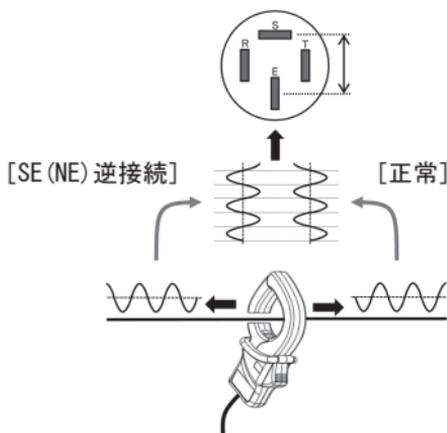
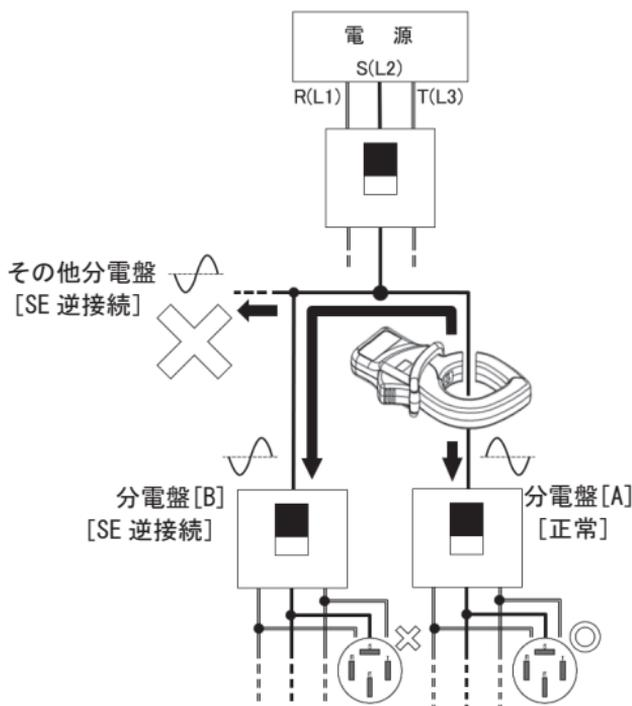
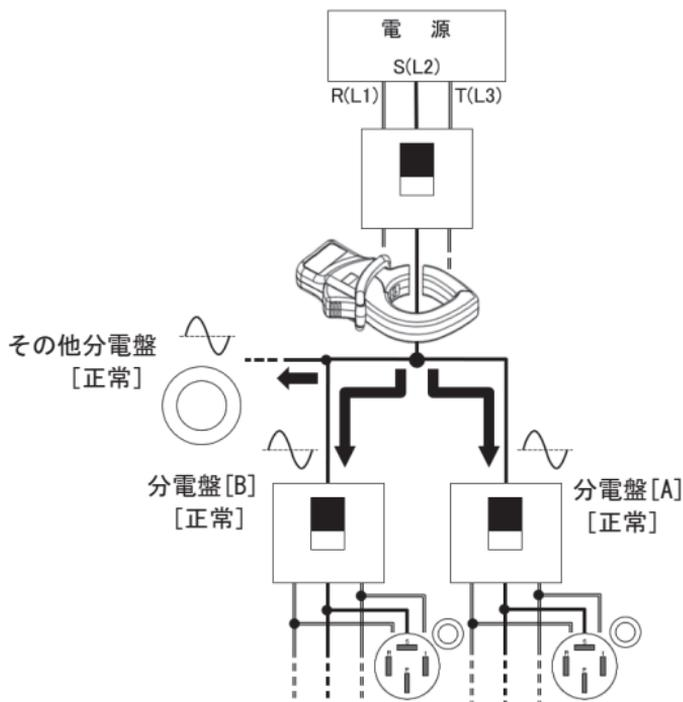

図 9-2
図 9-7
図 9-8
- 図 9-2 のように、KEW 8345 のクランプは方向性があり、クランプした方向によって、中性線 (S または N) に印加する試験電圧の位相が 180 度変わります。本器は試験電圧信号の極性 (位相差) によってコンセントテストを行うため、まちがった向きに KEW 8345 のクランプをクランプすると、判定対象のコンセントが [正常] な状態であっても、[SE または NE 逆接続] と判定してしまいます。
この時、前頁の図 9-2 で説明した、判定対象のコンセントから見える KEW 8345 のクランプの向きにより、図 9-7 の二次送り分電盤 [B] から配線したコンセントは [正常] な配線状態であっても、[SE 逆接続] と判定してしまいます。接続する分電盤の中性線 (S) と判定対象のコンセントとの方向、およびクランプしている分電盤の位置とを十分に確認してから接続してください。
- 図 9-8 のように、KEW 8345 のクランプを配電盤に近い位置へクランプすることで、前頁図 9-7 の二次送り分電盤 [B] から配線したコンセントであっても、正しく [正常] と判定できますが、判定対象ではないその他の分電盤から配線したコンセントに、複数の負荷を接続した状態で、かつ、それらの負荷が駆動状態のとき、正しく判定できない場合があります。そのため、図 9-8 の位置への接続は推奨いたしません。